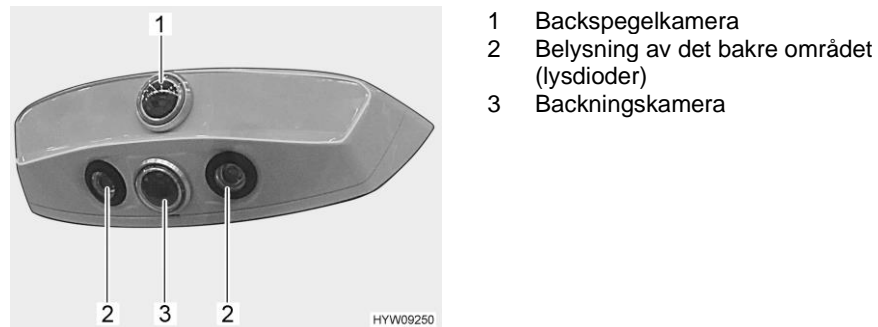

Bild 22 Kameramodul (exempel)
- Backningsläge/övervakningsläge: Backningskameran (Bild 22,3) tar upp närområdet bakom fordonet. Närområdet visas på displayen. Vid körning framåt visas ingen kamerabild.
- Körläge: Backspegelkameran (Bild 22,1) tar upp området längre bort bakom fordonet. Området längre från kameran visas på displayen ("3. backspegel").
I kameramodulen är lysdioder (Bild 22,2) integrerade. Med dessa lysdioder kan området bakom fordonet belysas när det är mörkt (när man använder kameran och även oberoende av kameran).